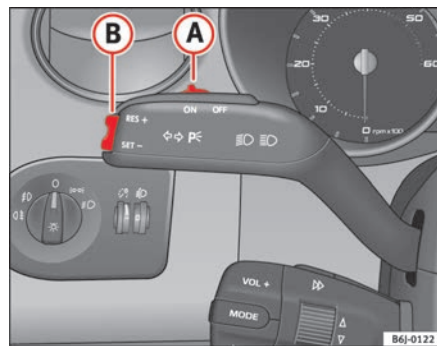

Fig. 104 Alavanca dos indicadores de direcção e máximos: comando e interruptor basculante para o regulador de velocidade
- Quando se tenha alcançado a velocidade que se quer programar, prima brevemente a parte inferior do botão basculante **SET** ⇒ fig. 104 **B** uma vez.